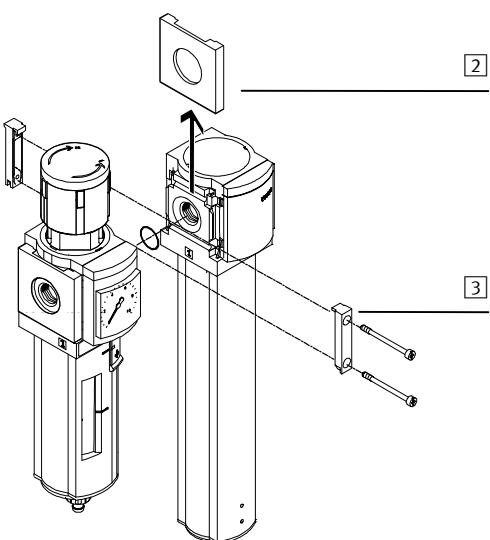

Fig. 2
- Si se monta junto con una unidad de mantenimiento existente de la misma serie (ver Fig. 2):